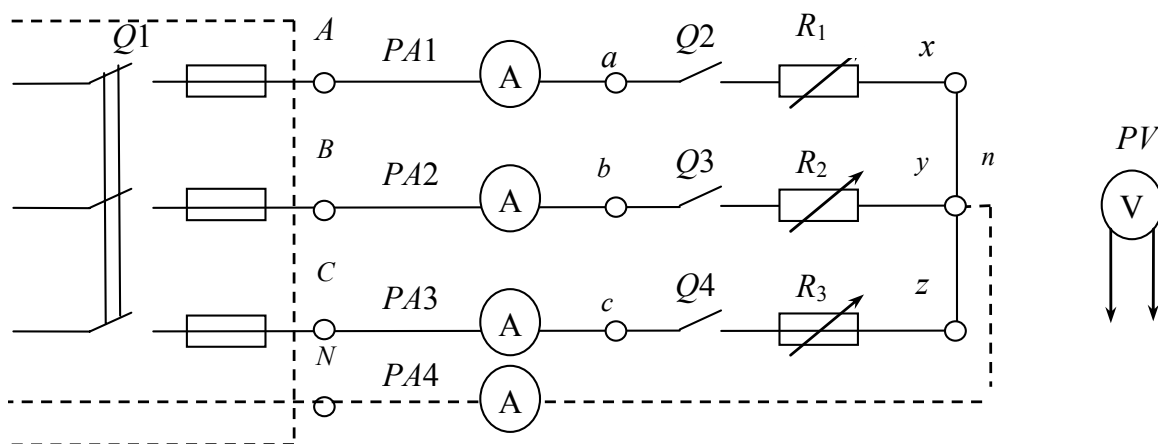

Рис. 31. Схема электрической цепи лабораторной установки без нейтрального провода
1. Соберите схему исследования трехфазной цепи без нейтрального провода (рис. 31).